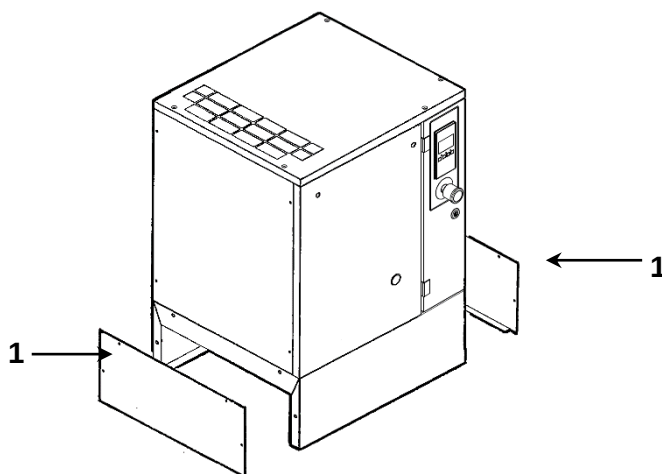

FIG. 23
20.1 FÖRBEREDLESE FÖR INSTÄLLNING (FIG.23)
Efter kontroll av allt som indikeras i Kap. 12, följ anvisningarna i Fig. 23.
- Montera de ljudabsorberande panelerna Ref. 1 Fig. 23